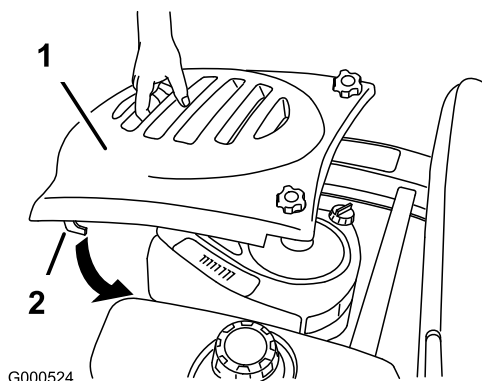

Bild 18
2. Setzen Sie zum Montieren der Haube die Haken in die Schlitzte und schieben Sie sie nach vorne (Bild 18).